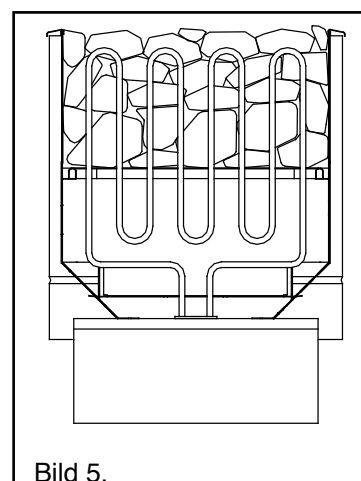

Bild 5.
- Stenarna ska täcka upphettningsmotstånden helt och hållet (bild 5).